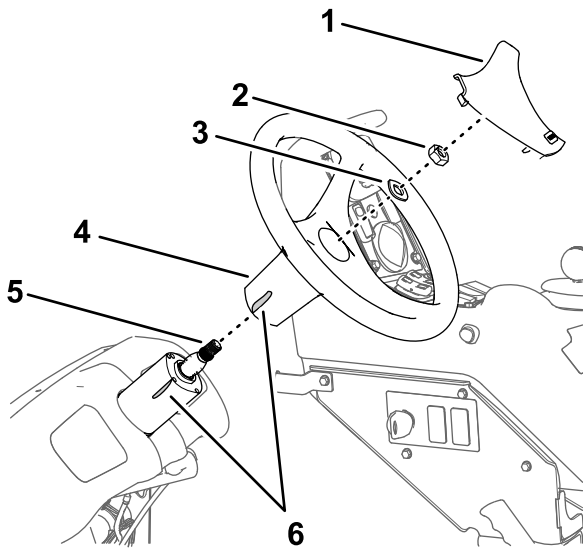

Figura 159
1. Marque la posición del volante respecto a la válvula de dirección con un trozo de cinta (Figura 159).
2. Retire el embellecedor del volante (Figura 159).
3. Retire la tuerca (5/8") y la arandela (5/8") que sujetan el volante a la válvula de dirección, y retire el volante (Figura 159).